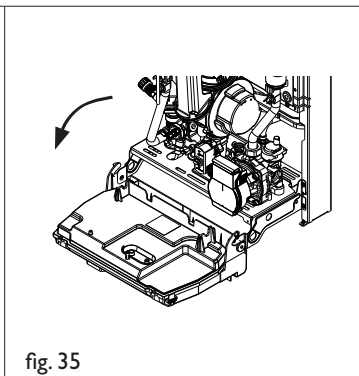

fig. 35
- Ruotare il cruscotto il basso (fig. 35)